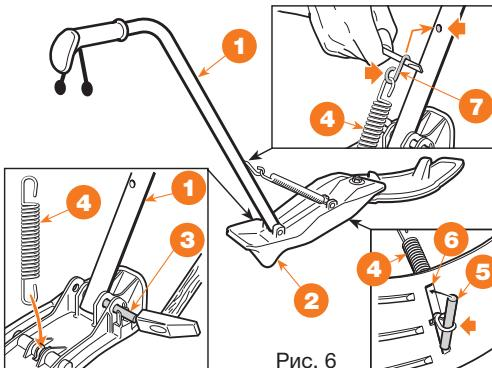

Рис. 6
- Установить рукоятку ① на пробку-отражатель ② при помощи штифта ③, подталкивая его вглубь с помощью молотка (Рис. 6).
- Один конец пружины ④ вставить в отверстие пробки-отражателя ② и закрепить его при помощи штифта ⑤, вставленного в специальное гнездо ⑥ пробки-отражателя ②.
- Другой конец пружины ④ вставить в более широкую часть крюка ⑦.
- При помощи отвертки прикрепить более узкую часть крюка ⑦ к отверстию рукоятки.